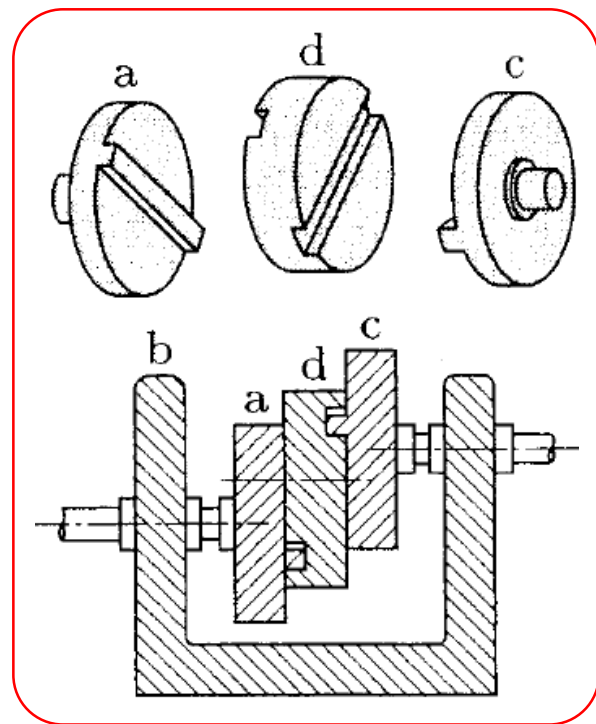

図13 オルダム軸継手
- この機構を利用した例が、図13のオルダム軸継手である。これは2軸の中心線が平行で大きくずれている場合に使用できる軸継手である。aを回転させるとdがaの溝に沿って動き、同時に、dはcの溝に沿って滑りながらcに運動を伝える。